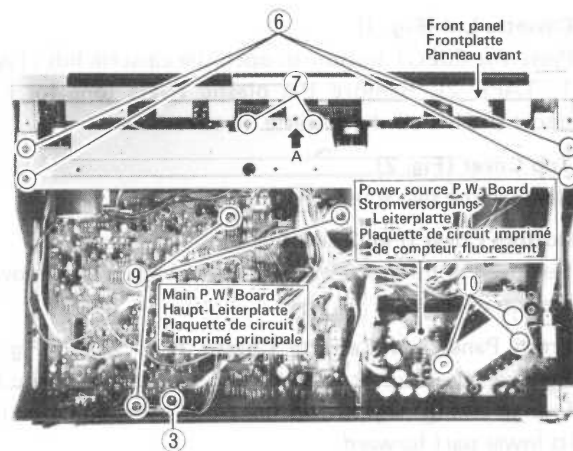
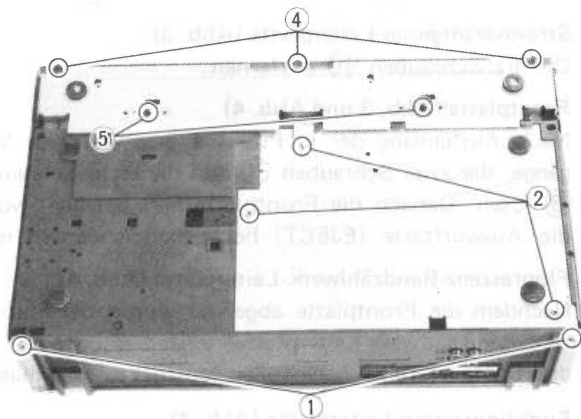
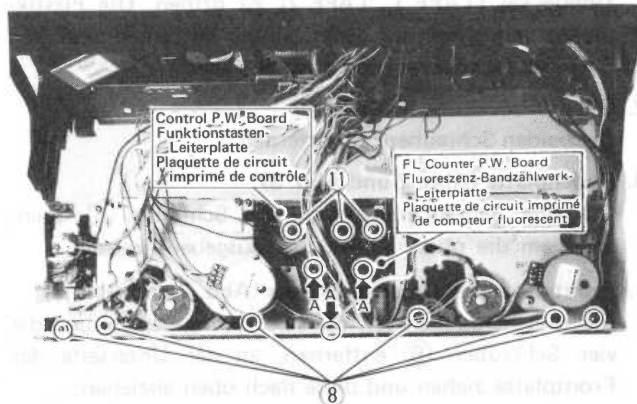

Fig. 3 Abb. 3
Fig. 2 Abb. 2
Fig. 4 Abb. 4
2. Top Cover (Fig. 2)
3. Bottom Cover (Fig. 2 and Fig. 3)
4. Front Panel and Cassette Chassis (Fig. 2 and Fig. 3)
5. Main P.W. Board (Fig. 3)
6. Power Source P.W. Board (Fig. 3)
7. Front Panel (Fig. 3 and Fig. 4)
8. FL Counter P.W. Board (Fig. 4)
9. Control P.W. Board (Fig. 4)
2. Obere Abdeckung (Abb. 2)
3. Bodenplatte (Abb. 2 und Abb. 3)
4. Frontplatte und Cassettenchassis (Abb. 2 und Abb. 3)
5. Hauptleiterplatte (Abb. 3)
6. Stromversorgungs-Leiterplatte (Abb. 3)
7. Frontplatte (Abb. 3 und Abb. 4)
8. Fluoreszenz-Bandzählwerk-Leiterplatte (Abb. 4)
9. Funktionstasten-Leiterplatte (Abb. 4)
2. Couvercle supérieur (Fig. 2)
3. Couvercle du fond (Fig. 2 et Fig. 3)
4. Panneau avant et châssis de cassette (Fig. 2 et Fig. 3)
5. Plaque de circuit imprimé principale (Fig. 3)
6. Plaque de circuit imprimé de source d'alimentation (Fig. 3)
7. Panneau avant (Fig. 3 et Fig. 4)
8. Plaque de circuit imprimé de compteur fluorescent (Fig. 4)
9. Plaque de circuit imprimé de contrôle (Fig. 4)